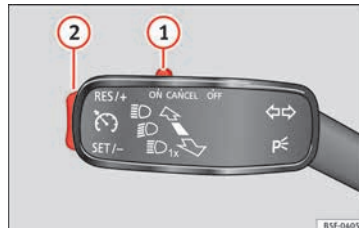

Abb. 182 Blinker- und Fernlichthebel: Schalter und Wippe für die Geschwindigkeitsregelanlage
- Bewegen Sie den Schalter »» **Abb. 182** **1** nach links auf die Position **ON**.
- Drücken Sie den unteren Teil der Wippe **SET-** »» **Abb. 182** **2** einmal kurz, wenn die zu speichernde Geschwindigkeit erreicht worden ist.
- Drücken Sie auf den oberen Teil der Wippe **RES+** » **Abb. 182 ②**, um die Geschwindigkeit zu erhöhen. Solange Sie die Wippe gedrückt halten, beschleunigt das Fahrzeug. Sobald Sie die Wippe loslassen, wird die neue Geschwindigkeit gespeichert.
- Drücken Sie auf den unteren Teil der Wippe **SET-** » **Abb. 182 ②**, um die Geschwindigkeit zu verringern. Solange Sie die Wippe gedrückt halten, verringert das Fahrzeug durch automatische Gaswegnahme die Geschwindigkeit. Sobald Sie die Wippe loslassen, wird die neue Geschwindigkeit gespeichert.
Wenn Sie die gespeicherte Geschwindigkeit durch Treten des Bremspedals verringern, wird die Geschwindigkeitsregelanlage deaktiviert. Sie können durch einmaliges Drücken des oberen Teils der Wippe **RES+** » **Abb. 182 ②** die Regelung wieder aufnehmen.
- Wenn der Schalter **①** ohne einzurasten in Richtung **OFF** verschoben wird.
Zur Wiederaufnahme der Regelung lassen Sie das Brems- bzw. Kupplungspedal los oder reduzieren Sie die Fahrgeschwindigkeit auf unter 180 km/h (112 mph) und drücken einmal den oberen Teil der Wippe **RES+** » **Abb. 182 ②**.
Durch Verschieben des Schalters »» **Abb. 182** ① ganz nach rechts (OFF eingearstet) bzw. durch Ausschalten der Zündung bei stehendem Fahrzeug wird das System **vollständig abgeschaltet**.